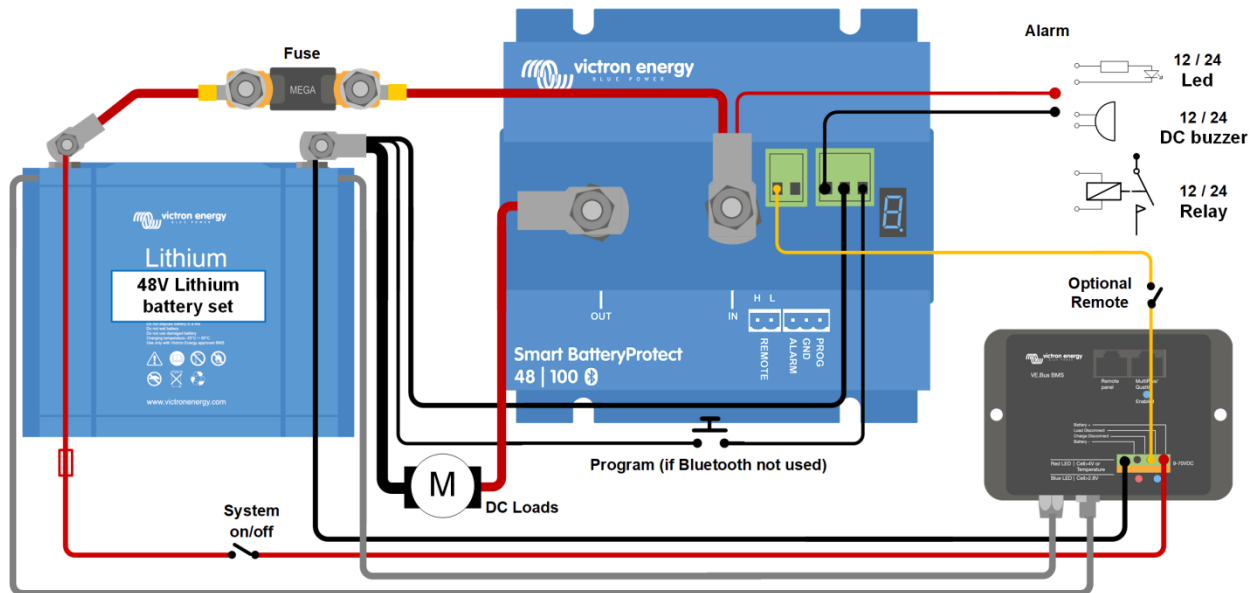

Figuur 1: Verbindingschema van de SBP 48|100
8. Een externe aan-/uitschakelaar kan worden aangesloten tussen Externe H en Externe L (zie figuur 1). Als alternatief, kan aansluitklem H worden omgeschakeld naar accu-plus of kan aansluitklem L worden omgeschakeld naar accu-min
9. Er kan een zoemer, LED of relais worden aangesloten tussen de alarmuitgang en de accu-plus (zie figuur 1). Maximale belasting op de alarmuitgang: 50 mA (kortsluitvast)